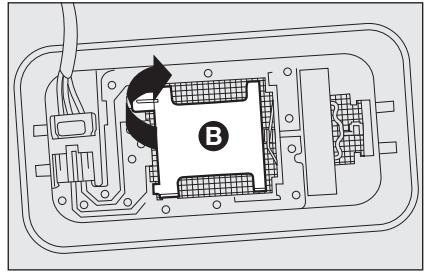

fig. 33
- aprire il coperchietto **B**-fig. 33 come indicato;